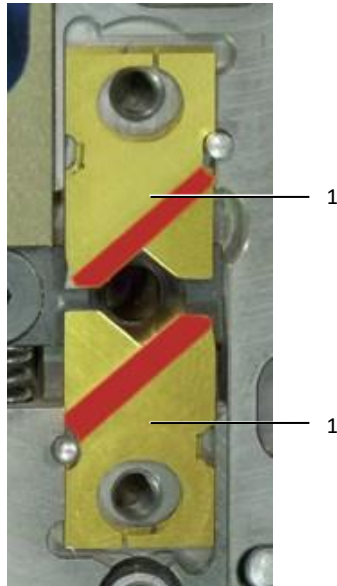

Fig. 31: Indsætning af klinger
- Læg alle klingepar sammen på en sådan måde, at de skrå kanter (markeret med rødt i fig. 31) peger udad.